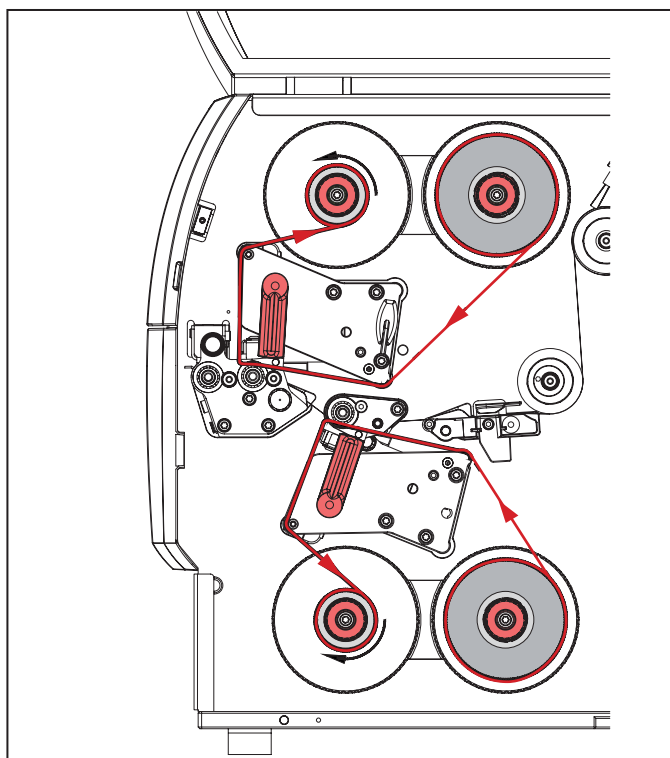

Figura 6.8 Recorrido de la cinta de transferencia
- Gire la palanca (6) en sentido antihorario para liberar el cabezal de impresión superior.
- Introduzca el rollo de cinta de transferencia (1) en el desenrollador (2) de forma que el recubrimiento de color de la cinta quede hacia abajo al desenrollarla.
- Coloque el rollo de cinta de transferencia (1) en el desenrollador de forma que los valores de escala de ambos lados del rollo sean idénticos.
- Sujete el desenrollador (2) y gire el pomo del desenrollador (3) en sentido antihorario hasta que el rollo de cinta de transferencia quede fijado.
- Introduzca un núcleo de cinta de transferencia adecuado (4) en el enrollador de cinta de transferencia (5) y fíjelo de la misma manera.
- Guíe la cinta de transferencia a través del grupo de impresión, véase Figura 6.8.
- Fije el principio de la cinta de transferencia al núcleo de la cinta de transferencia (4) con una tira adhesiva. Observe el sentido de giro en sentido antihorario del enrollador de la cinta de transferencia.
- Gire el enrollador de la cinta de transferencia (5) en sentido antihorario para alisar el recorrido de la cinta de transferencia.
- Gire la palanca (6) en sentido horario para bloquear el cabezal de impresión.
- Si desea imprimir el material a ambas caras, coloque del mismo modo un rollo de cinta de transferencia en la unidad de impresión (7) inferior.